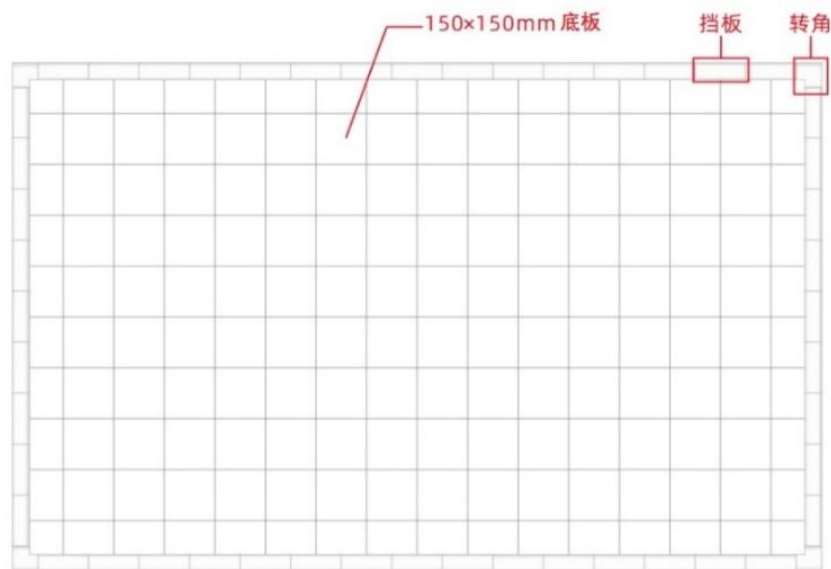

图3 拼接式赛台
2.1.2 为提高参赛选手的应变能力，正式比赛场地会有随机性变化。赛台外边长 2400mm~3000mm、宽 1500mm~2100mm，以赛前公布的尺寸为准。图 3 是一个 2400mm×1500mm 拼接赛台的实例。